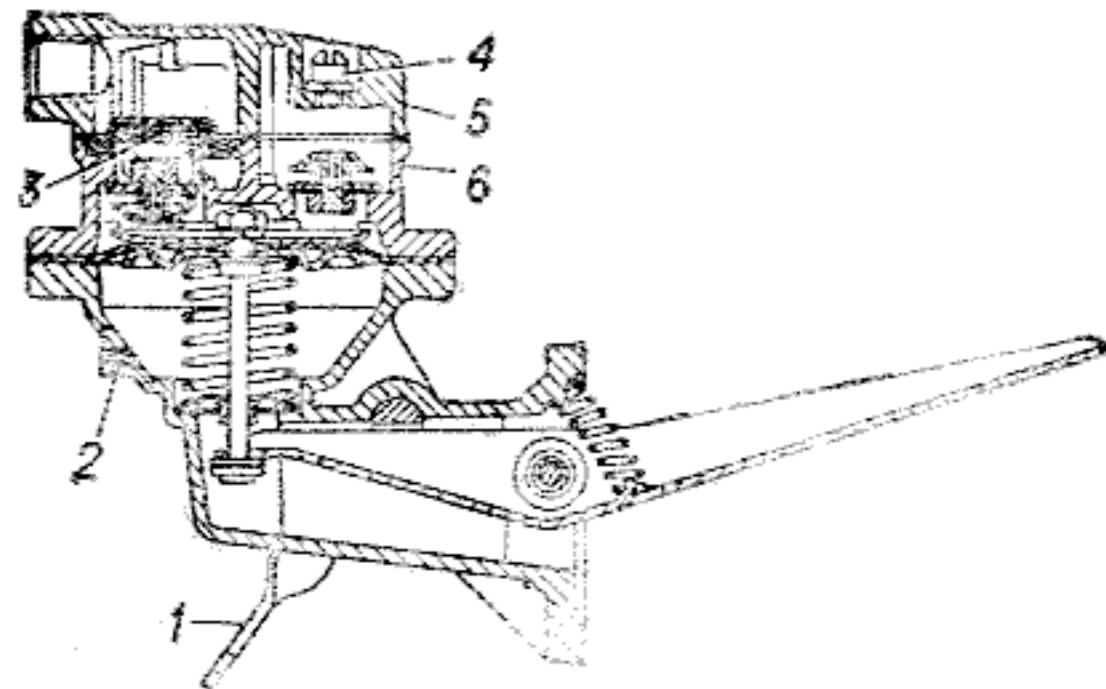

Рис. 17. Бензиновый насос:
**Бензиновый насос** (рис. 17) снабжен рычагом для ручной подкачки бензина в поплавковую камеру карбюратора. При работе двигателя этот рычаг должен удерживаться оттяжной пружиной в крайнем нижнем положении, иначе насос может отключаться, и подачи бензина не будет. В верхней части бензинового насоса расположен сетчатый фильтр, нуждающийся в периодической очистке.